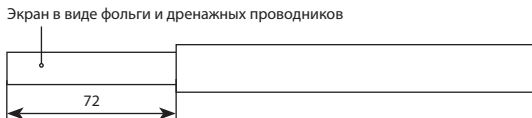

Рис. 1
4.1.1. Разрезать и снять оболочку с нагревательного кабеля (см. рис. 1).